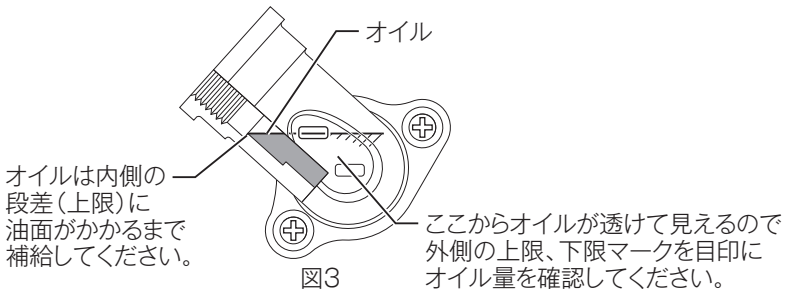

図3
- ・ 不足している場合(下限位置付近までオイル油面位置が低い場合)、上限位置までオイルを補給してください(図3)。
2. オイルを上限位置まで補給してください（前頁図3）。